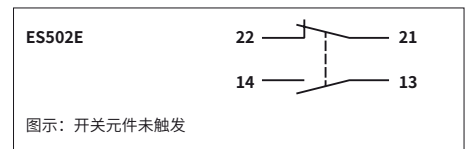

图1：开关元件和端子分配
有关开关的详细开关状态，请参见图1。其中对所有可用的开关元件进行了介绍。
3. 连接各端子并拧紧（有关端子分配，请参见图1；有关拧紧力矩值，请参见技术数据）。